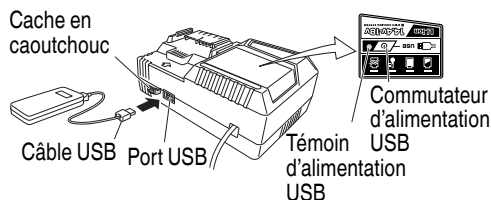

Fig. 8
(2) Mettez le commutateur d'alimentation USB sur marche (Fig. 8)
(3) Connectez le câble USB. (Fig. 8)
- (4) Lorsque la charge est terminée
- Mettez le commutateur d'alimentation USB sur arrêt et débranchez le câble d'alimentation de la prise électrique. (Fig. 8)